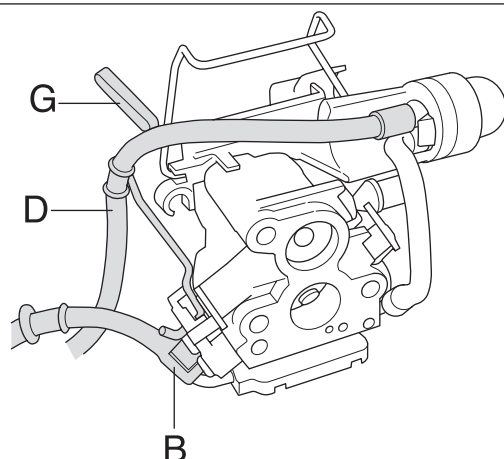

Figura 45
3. Desenganche la varilla de accionamiento del acelerador (G) del carburador. (Ver la figura 45.)
4. Desacoplar la manguera de combustible (B) y la manguera de retorno de la bomba (D). (Ver la figura 45.)
4. Acoplar la manguera de combustible (B) y la manguera de retorno de la bomba (D) en el carburador. (Ver la figura 45.)
5. Monte la varilla de accionamiento del acelerador (ver la figura 45).